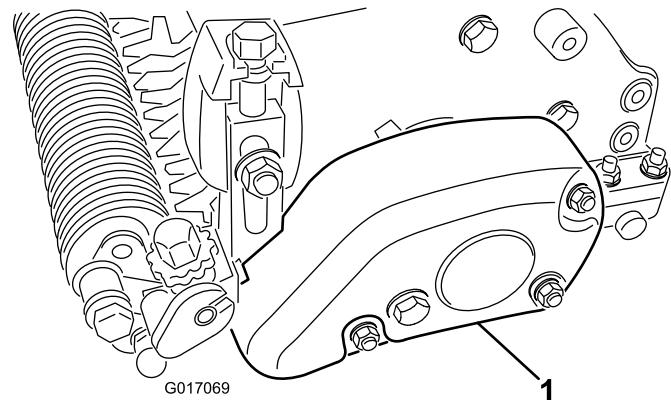

図 16
31. ベルトカバーをグルーマハウジング・アセンブリに取り付けるロックナット3個を使用する図 16。